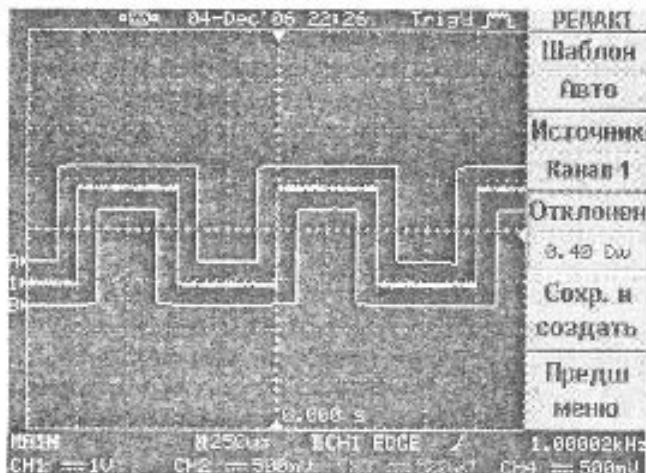

Рис. 8-29. Формирование шаблона «Авто»
**Шаблон Авто** (см. рис. 8-29, шаблон отмечен маркером «1»). В режиме допускового контроля в качестве шаблона возможно выбрать сигнал присутствующий в настоящий момент на входе Канала 1 или Канала 2.